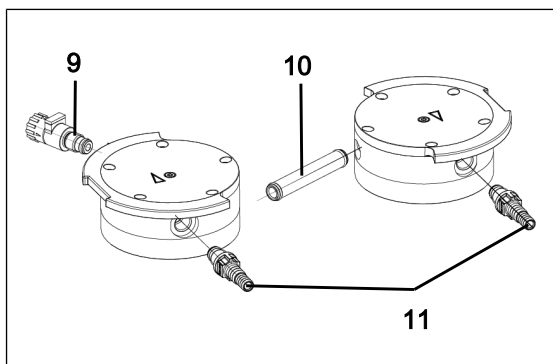

Fig.10: Sostituzione degli O-ring
2. Estrarre il tubo di allacciamento (10/Fig. 10) dal coperchio testa (3).
3. Sostituire i due O-ring del tubo di allacciamento (10/Fig. 10).
4. Allentare la vite con testa interna (1) su entrambe le teste della pompa.
5. Prelevare le due piastre di spinta (2), assieme alle due viti con teste interne (1).
6. Svitare la valvola gas ballast (9/Fig. 10) dal coperchio testa (3).
7. Sostituire l'O-ring della valvola gas ballast (9/Fig. 10).
8. Avvitare a fondo la valvola gas ballast (9/Fig. 10) nel relativo coperchio testa (3). Successivamente, svitarla di nuovo, fino a quando la superficie sia orientata verso l'alto.
9. Svitare i raccordi tubi flessibili (11/Fig. 10) dal coperchio testa con l'utensile in dotazione (3).
10. Sostituire gli O-ring dei raccordi tubi flessibili (11/Fig. 10).
11. Avvitare manualmente i raccordi tubi flessibili (11/Fig. 10) nel coperchio testa con l'utensile in dotazione (3).
1. Prelevare il coperchio testa (3) dalla piastra intermedia (6).
2. Rimuovere le piastre portavalvola/guarnizioni obsolete (4).
3. Pulire con cautela la piastra intermedia (6) (in presenza di depositi).
4. Introdurre le nuove piastre portavalvola/guarnizioni (4) nelle apposite sedi della piastra intermedia (6).
6. Smaltire correttamente la membrana (7) e le piastre portavalvola/guarnizioni sostituite (4).
7. Innestare il tubo di allacciamento (10/Fig. 10) nel coperchio testa (3).